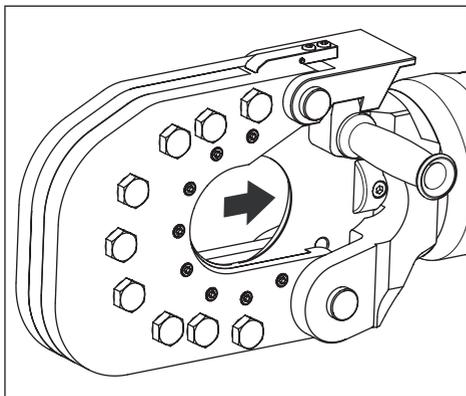

Figure 8, Piston et lame en position de repos (entièrement rentré)
Assurez-vous toujours que le piston et la lame mobile sont dans la position de « repos », et soient entièrement rentrés, avant de poser l'objet dans la tête de la cisaille. Se reporter à la Figure 8.
2. Assurez-vous que le piston est en position de « repos » (entièrement rentré). Se reporter à la Figure 8.
1. Démarrez la pompe. Poussez le piston en position de « repos » (entièrement rentré). Se reporter à la Figure 8.